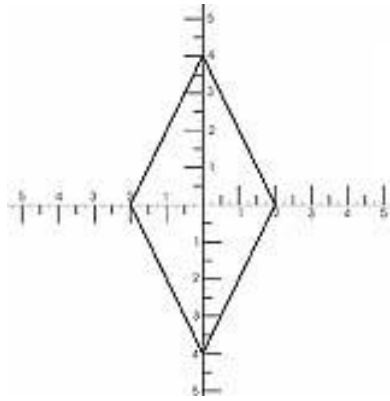

Figure 1
1. Utilisation de la feuille de Maître Diamond. (inclus et téléchargeable à l'(cuttersmate-europe.com), dessiner et découper votre diamant désiré. (figure 1)